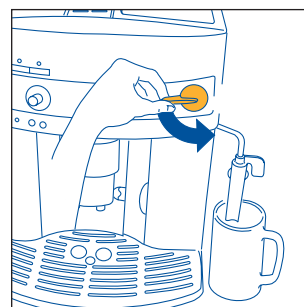
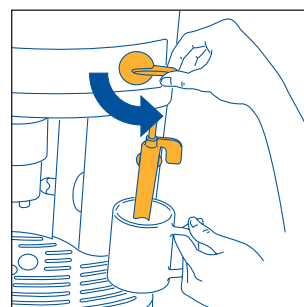
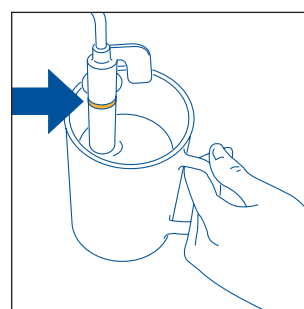

Fig.5
Fig.23
Fig.24
3. **TOUT DE SUITE APRÈS, DANS LES 30 SECONDES**, tournez complètement la manette vapeur en sens inverse des aiguilles d'une montre (fig.5) (il est normal que la machine fasse du bruit).
- Tournez le robinet vapeur d'un demi-tour en sens inverse des aiguilles d'une montre (fig. 5) : l'eau chaude sortira de la buse à cappuccino et commencera à remplir la tasse.
- **Tout de suite après, dans les deux minutes qui suivent** (autrement la machine revient automatiquement à la fonction café) plongez la buse à cappuccino dans le lait (fig. 23) en veillant à ne pas immerger la ligne en relief sur la buse (indiquée par la flèche fig. 24). Tournez le robinet vapeur d'un demi-tour en sens inverse des aiguilles d'une montre (fig. 5). Attention à ne pas vous brûler ! La vapeur qui sort de la buse à cappuccino donne au lait un aspect crémeux et va augmenter son volume. Pour obtenir une mousse plus crémeuse, immergez la buse à cappuccino dans le lait et, dans un mouvement rotatoire, montez et descendez lentement le récipient. (Il est conseillé de ne pas faire sortir de vapeur pendant plus de 2 minutes à la fois.)
- Tournez complètement le robinet vapeur en sens inverse des aiguilles d'une montre (fig. 5) et laissez sortir un peu d'eau ou de vapeur pendant quelques secondes. Cette opération permet de vider le lait qui serait resté à l'intérieur du tuyau vapeur. **IMPORTANT** : Par mesure d'hygiène, il est recommandé de toujours exécuter cette opération, afin d'éviter que le lait ne stagne dans les circuits intérieurs de la buse à cappuccino.